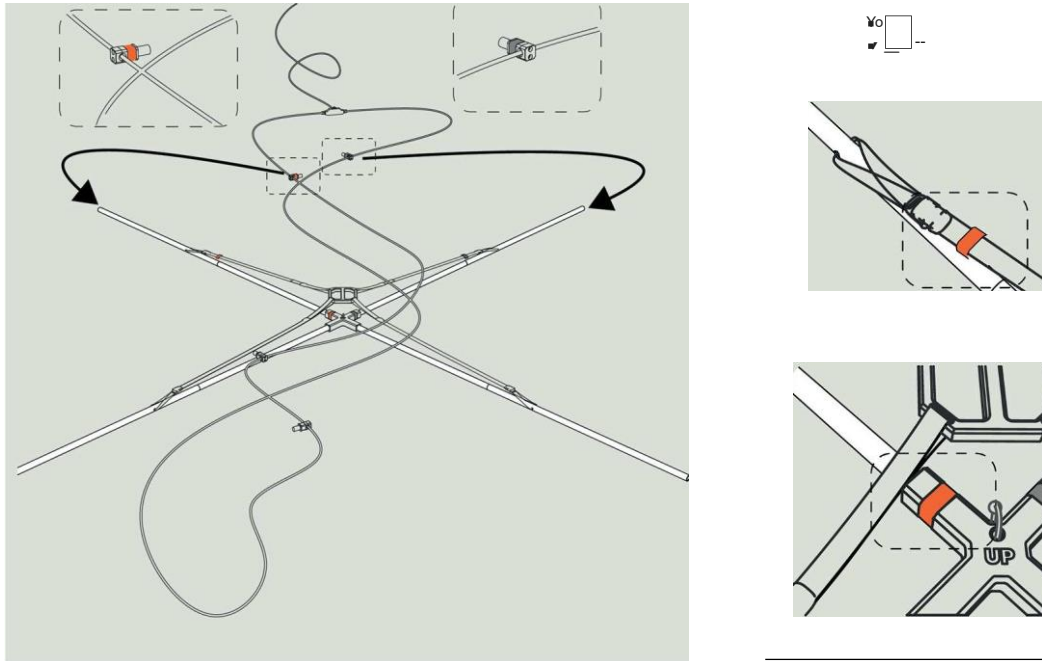

Figura 13. Montaje de bobinas Rx y Tx.
- Marcadores naranjas y grises que indican la orientación de la bobina (ver Figura 13).